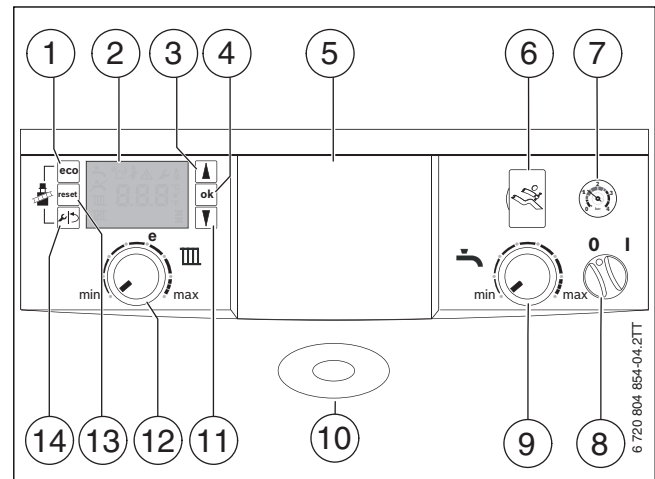

Bild 7 Bedienfeld bei geöffneter Bedienfeldblende
- Bedieneinheit im Gerät eingebaut, für außertemperaturgeführte Regelung (→Bild 7)